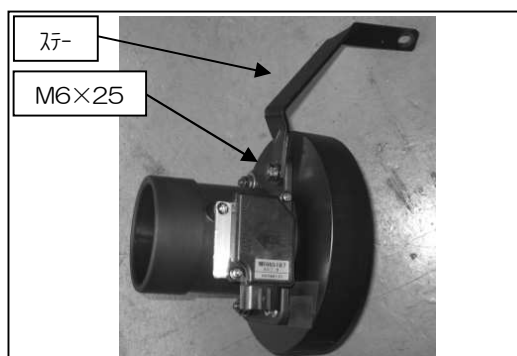

図 5
- ②組み立てたエアフロアダプターへ、アダプター、ステーを取り付けます。(図5、6参照)